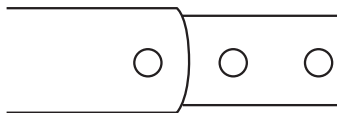

Рис. 2
3. Вставьте конец стойки с винтовыми отверстиями в зажимную опору. Совместите отверстия на зажимной опоре и стойке (рис. 2).